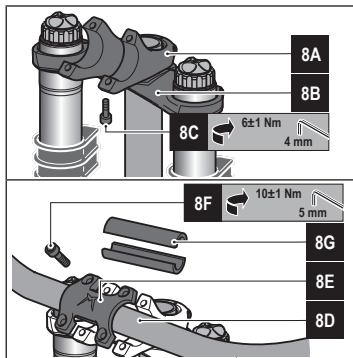

Figura 8 - Instalación soporte manillar
- Instale el segmento de montaje inferior del soporte sobre la pletina de dirección superior (véase 8A y 8B en Figura 8).
- Ayudándose con una llave Allen de 5 mm, bloquee el segmento de montaje inferior del soporte sobre la pletina de dirección superior apretando los tornillos al par de torsión previsto (6 ± 1 Nm) (véase 8C en Figura 8).
- Coloque el manillar centrándolo con el segmento de montaje inferior del soporte (véase 8D en Figura 8).
- Instale el segmento de montaje superior del soporte sobre el manillar (véase 8E en Figura 8).
- Bloquee el manillar apretando los tornillos al par de torsión previsto (6 ± 1 Nm) con una llave Allen de 5 mm (véase 8F en Figura 8).
Para la instalación de manillares de diámetro diferente, se pueden suministrar "adaptadores" para colocar alrededor del manillar (entre el manillar y cada segmento de montaje) que permiten mantener el manillar en posición (véase 8G en Figura 8).